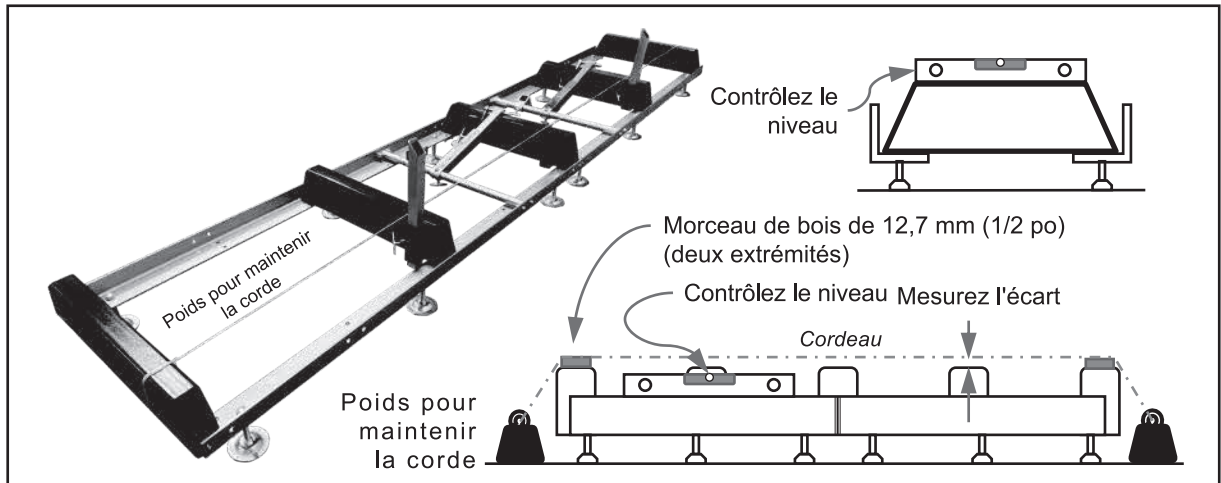

Fig. 24
Étape 12 : Mettre le rail de niveau Déposez une pièce de bois de 12,7 mm (1/2 po) d'épaisseur x 7,6 mm (3 po) de largeur x 76,2 mm (30 po) de longueur sur chacun des deux supports de grume d'extrémité. Placez un cordeau (fig. 24) sur le dessus du bois et fixez solidement chaque extrémité du cordeau pour l'empêcher de bouger. Utilisez une règle et vérifiez que chaque support de grume est à 12,7 mm (1/2 po) de la corde. Utilisez un niveau à bulle pour vérifier la mise de niveau, de gauche à droite, sur chaque support de grume et réglez les pieds de nivellement, si nécessaire, tout en vous assurant que tous les pieds touchent le sol. À titre de vérification, contrôlez le niveau le long de chaque rail, à gauche et à droite. Répétez ce processus sur les côtés gauche et droit du rail jusqu'à ce que le rail soit de niveau. Une fois que le rail est de niveau, serrez l'écrou supérieur sur les pieds de nivellement.